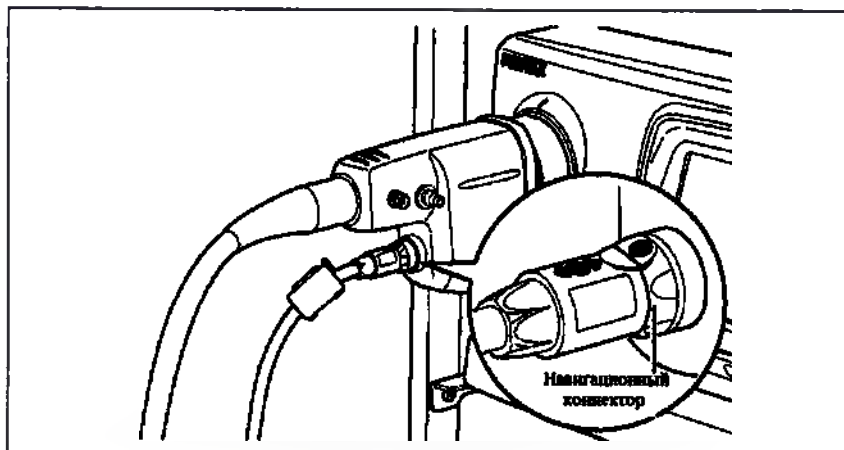

Рисунок 3.11
4. Подсоедините конец кабеля УУН без защитного патрона к навигационному разъему эндоскопа, сопоставив отметки на них (см. рисунок 3.11).